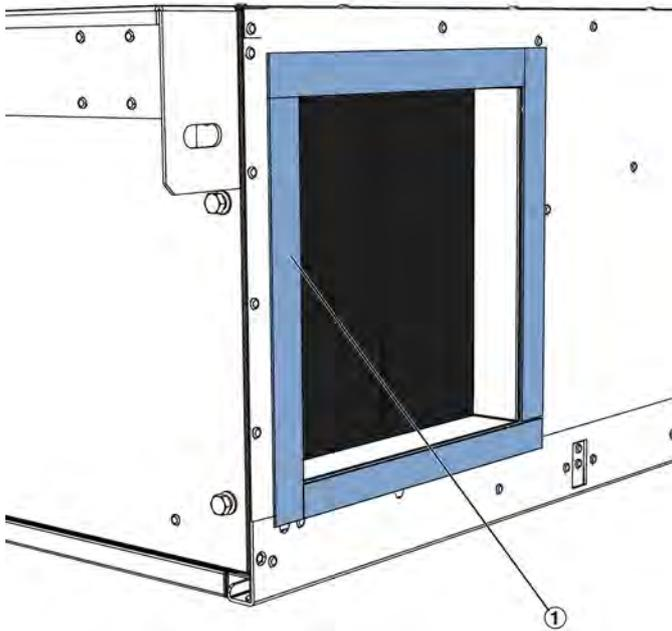

Abb. 40: Dichtung ankleben
4. ► Um den Luftanschluss das im Lieferumfang enthaltene Kompri-Dichtband (Abb. 40 /1) aufkleben.